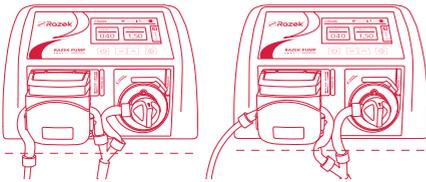

Figura 20 - Travas do tubo de silicone desalinhas.
**ATENÇÃO:** Não desalinhe as travas do tubo de silicone (Figura 20).